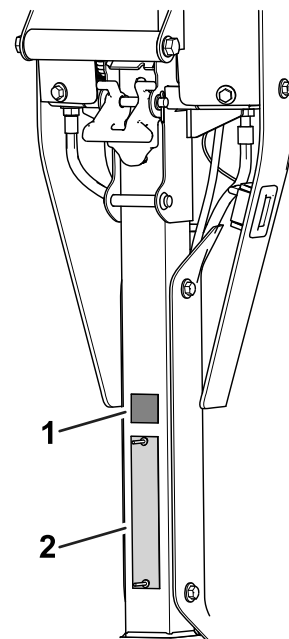

Figura 6
- Coloque o autocolante CE/UKCA acima da placa do número de série (Figura 6).